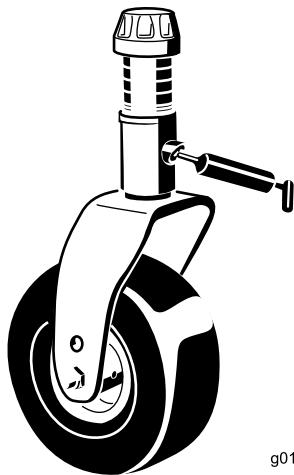

Figura 84
- 1 boccola dell'albero della forcella della ruota orientabile (Figura 84)